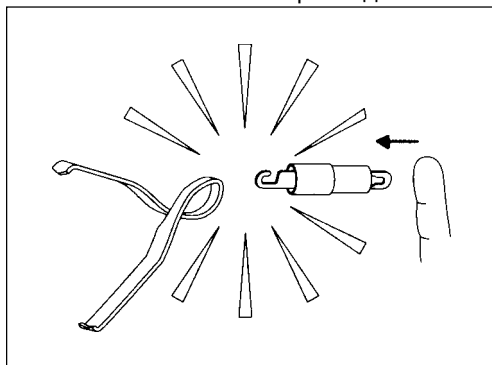

Рис. 3.6.
- Не следует нажимать на проксимальный конец коннектора клипса (см. рис. 3.6). При этом клипс распадется на составные детали.